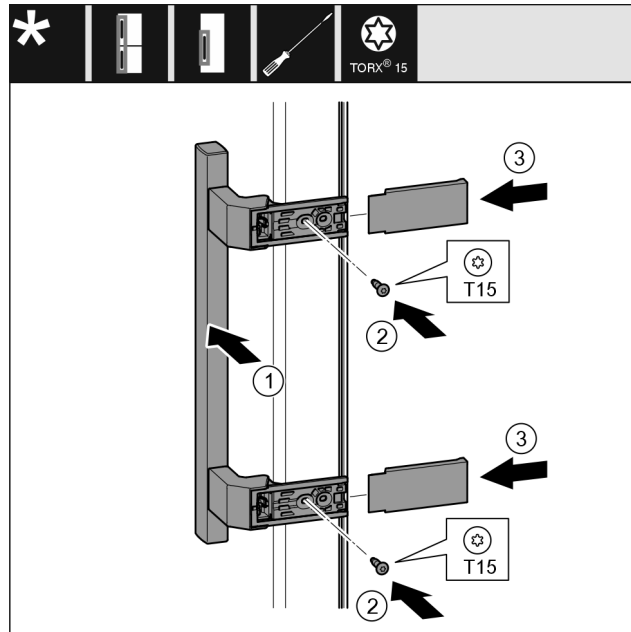

Fig. 9
- ▶ Breng het handvat aan de andere kant aan. Fig. 9 (1)
- ▶ De schroefgaten moeten precies boven elkaar zitten. Fig. 9 (2)
- ▶ Schroeven met schroevendraaier T15 vastschroeven. Fig. 9 (2)
- ▶ Plaats de afdekkingen op de zijkanten en schuif ze erop. Fig. 9 (3)